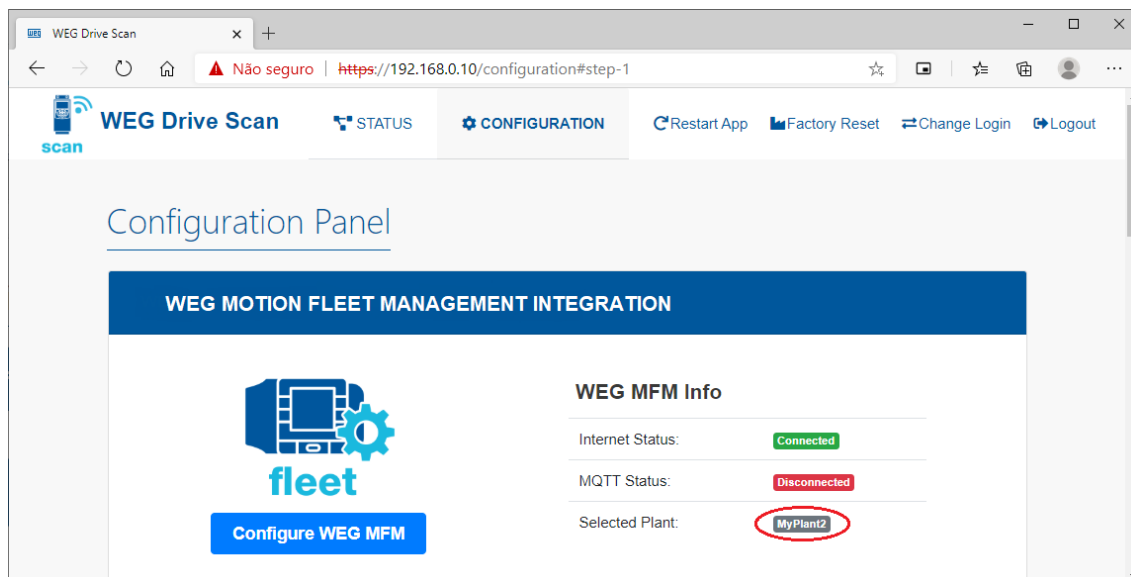

Figura 7.21: Planta vinculada ao WEGscan 1000 no MFM
Passo 16 A nova planta deve ter sido configurada (Figura 7.21).